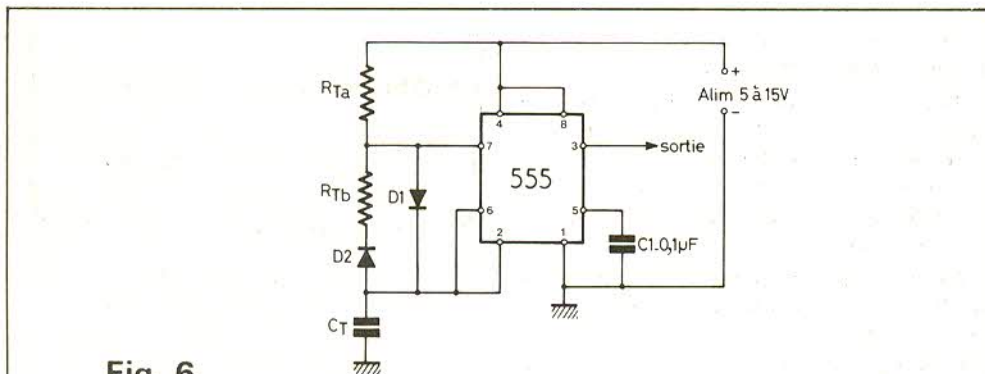

Fig. 6
Le montage de la figure 6 ne nécessite qu'un seul circuit intégré 555. Il peut fournir des signaux rectangulaires à périodes partielles inégales  $T_2$  et  $T_3$  dont la somme  $T$  est l'inverse de la fréquence  $f$ .
Remarquons que cette tension peut être prélevée aisément car elle est obtenue entre la masse et la réunion des points 2 et 6. Le schéma de la figure 6 ressemble au schéma classique d'un multivibrateur astable à CI 555 mais on y trouve en plus les deux diodes  $D_1$  et  $D_2$ . Ce montage convient lorsque le rapport cyclique est inférieur à 50 %. La diode  $D_1$  est connectée entre les points (7) et 6 + 2. Dans ces conditions  $C_T$  ne se charge que par l'intermédiaire de  $R_{Ta}$  car  $R_{Tb}$  est court-circuitée par la diode, celle-ci étant conductrice durant le cycle de charge. De
En partant du montage de la figure 6 on pourra aussi rendre les deux résistances  $R_{Ta}$  et  $R_{Tb}$  variables. Dans ce cas on pourra modifier à volonté la fréquence et le rapport cyclique. On voit que l'oscillateur proposé permet de nombreuses expériences et ouvre à l'utilisateur la possibilité de l'essayer dans diverses applications, en mesures, musique électronique, essais de condensateurs, démonstrations à l'oscilloscope, etc.